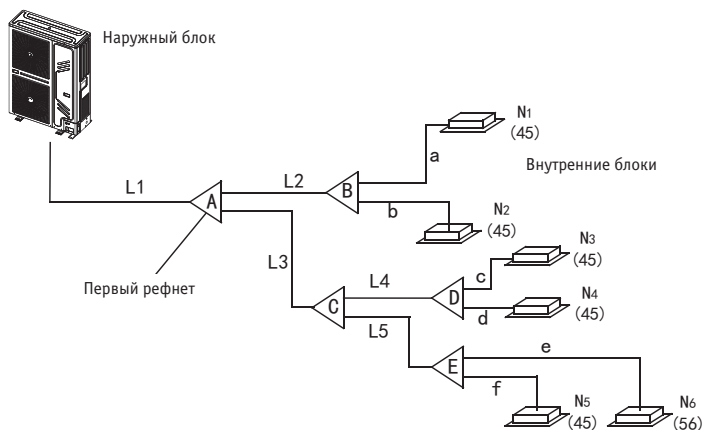

Рис. 5-5
2. Пример 1. На рис. 5-5 наиболее удаленные внутренние блоки линии L2, их общая производительность  $45 \times 2 = 90$ , см. табл. 4.4, размеры трубы газовой линии/жидкостной трубы –  $\varnothing 15,9/\varnothing 9,52$  мм.